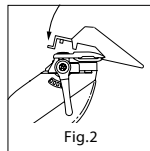

Fig.2
- Fixer le guide de coupe en le tenant dents orientées vers le haut puis en l'enclenchant sur la partie inférieure de la tête de coupe (figure 2).